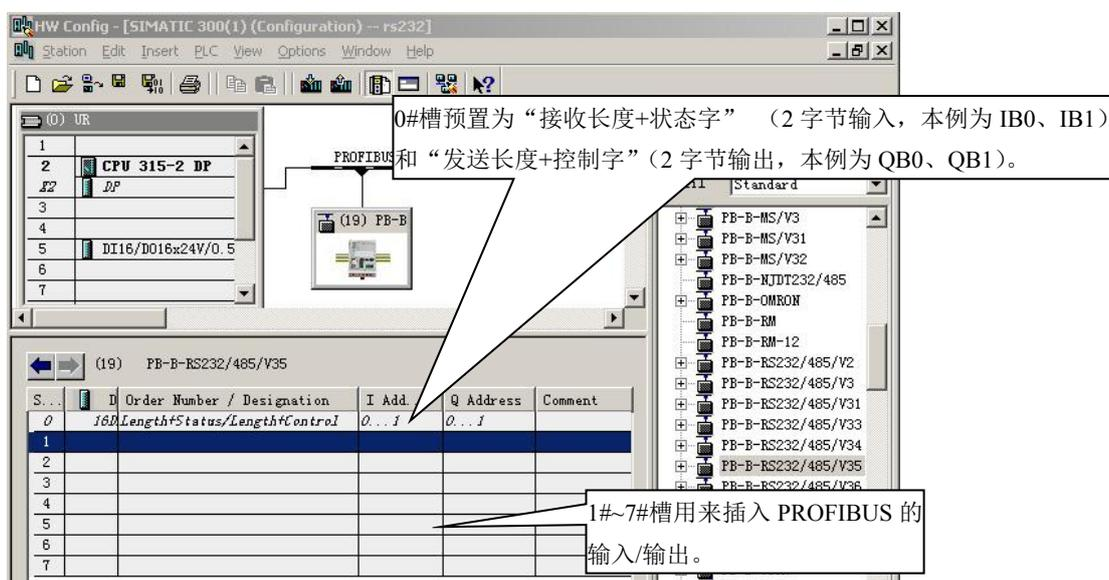
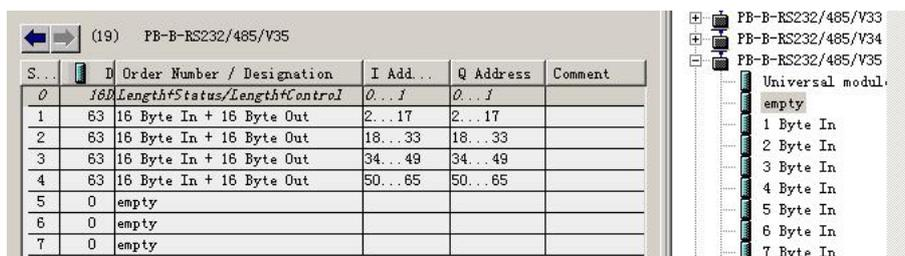

图 10
图 11
(2) 配置 PB-B-RS232/485/V35 的 PROFIBUS 输入/输出
- ⑤ 在 Hardware catalog 中打开 PB-B-RS232/485/V35 目录。
- ⑥ PB-B-RS232/485/V35 共有 8 个槽 (逻辑上,非物理设备),0#槽预置为“接收长度+状态字”(2 字节输入,本例为 IB0、IB1)和“发送长度+控制字”(2 字节输出,本例为 QB0~QB1),其他 1#~7#槽用来插入 PROFIBUS 输入/输出,见下图 10 所示。注意:RS232/485 发送报文长度≤PROFIBUS 输出、RS232/485 接收报文长度≤PROFIBUS 输入。本例选用 64 字节输入+64 字节输出,见图 11:
如果 8 个槽没有用完，请用 PB-B-RS232/485/V35 中的“empty”填满。见图 11，槽 5-7 应用 PB-B-RS232/485/V35 中“empty”填满。